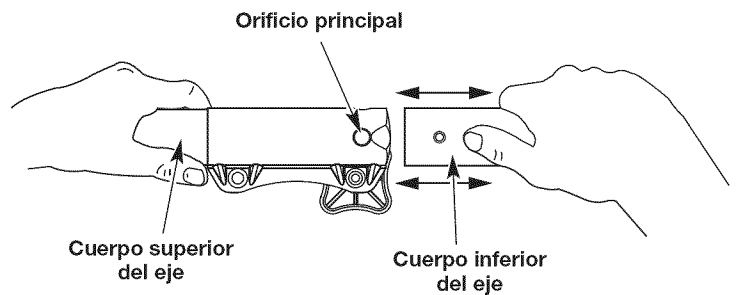

Fig. 4
2. Mientras sostiene el accesorio con firmeza, empuje en línea recta hacia dentro del acoplador Convertible™ hasta que el botón de desconexión encaje firmemente en el agujero principal (Fig. 4).
3. A la vez que sujeta firmemente la caja del eje superior, saque el accesorio del acoplador Convertible™ (Fig. 4).